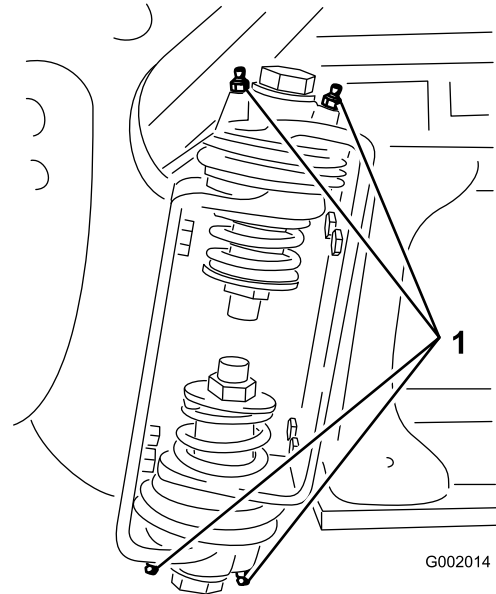

Figura 38
- Introduza massa lubrificante no rolamento ou casquilho de cada união (Figura 38).